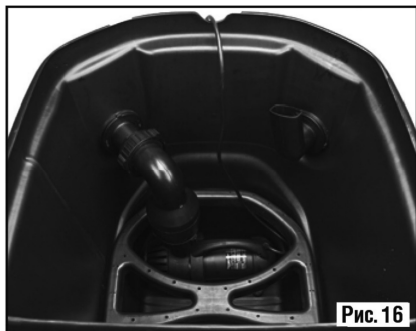

Рис. 16
- Установить насос в нижней части скиммера (см. Рис. 16). Следовать инструкциям по монтажу насоса и Рис. 18.
- После его размещения в скиммере провести электрический провод над выемкой, расположенной в задней верхней части скиммера (см. Рис. 16).